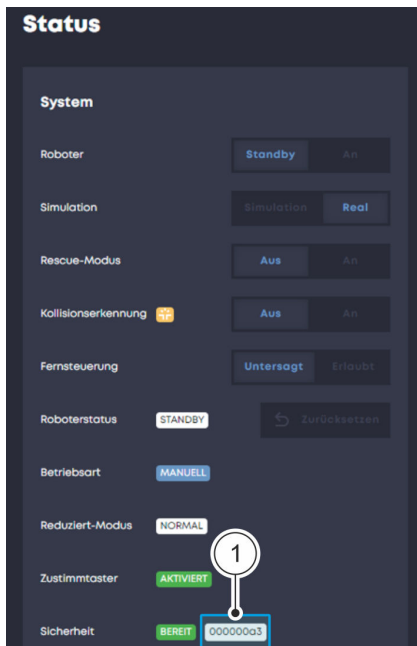

Abb. 11 Safety-ID
Eine Safety-ID Abb. 11 ① ist einer Sicherheitskonfiguration zugeordnet.